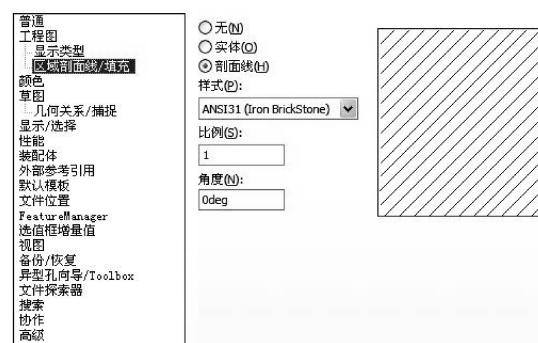

图 10-3 工程图【区域剖面线/填充】设置
- **区域剖面线/填充：**设置区域剖面线的剖面线或实体填充、阵列、比例及角度，如图 10-3 所示。